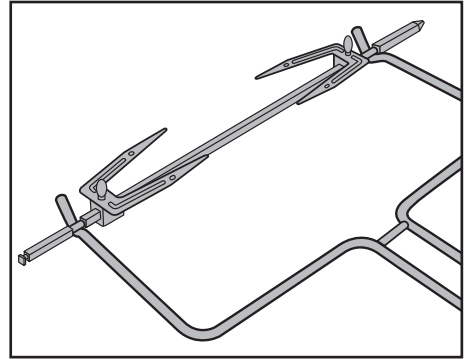

Fig. 3: Prinderea cleștelui **12** la rotisor **16**
- Pentru a scoate rotisorul fierbinte **16** introduceți cârligele de la capătul cleștelui **12** în decupașele de la rotisor **16** (fig. 3):